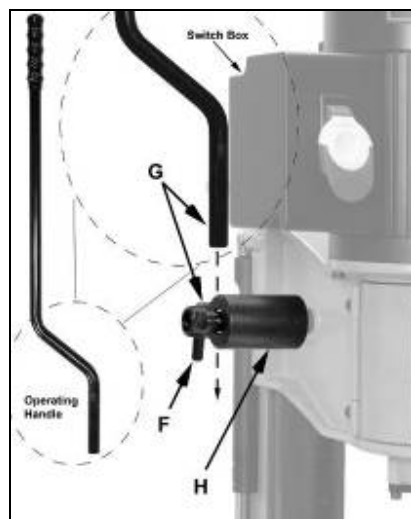

Fig 4
Fixer le levier (G, Fig 4) dans le moyeu (H) avec la vis de blocage (F).